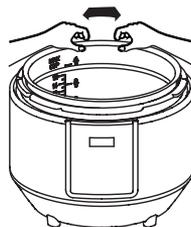
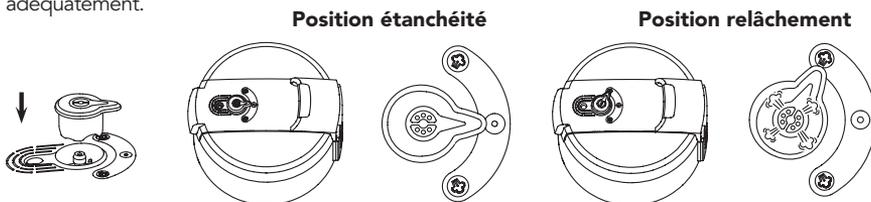

FIG 3 Comment retirer ou installer la valve de libération de la vapeur
FIG 4 Comment retirer ou installer l'anneau d'étanchéité
- C. Retirer le récipient à cuisson interne (Fig.2), la valve de libération de la vapeur (Fig.3), l'anneau d'étanchéité (Fig.4) et les laver à l'eau chaude savonneuse avec tous les autres accessoires. Sécher complètement.
NOTE : S'assurer que l'anneau d'étanchéité est installé correctement. Ne jamais utiliser l'appareil avec un anneau d'étanchéité endommagé. Voir la Fig.4.
5. Placer la valve de libération de la vapeur à la position « étanchéité » ⊙ . Voir la Fig.3
2. Retirer l'anneau d'étanchéité de sa cavité sous le couvercle. Rincer à l'eau chaude. Sécher complètement. Voir la Fig.4.